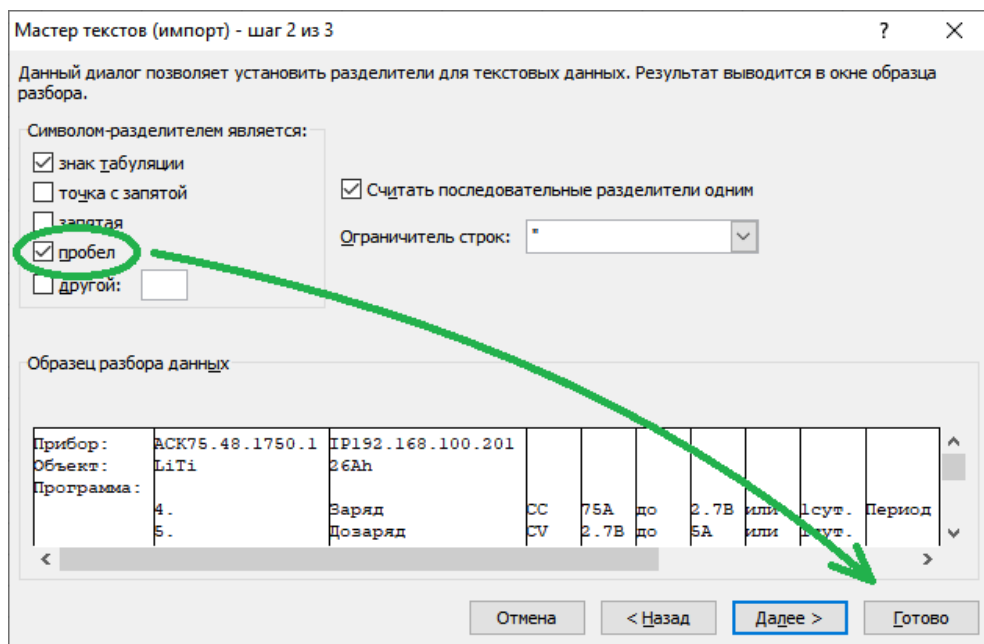

Рисунок 52 - Столбцы в файлах результатов разделены пробелами
- В следующем окне "Мастер текстов (импорт) - шаг 2 из 3" установить галку "пробел" и нажать кнопку "Готово" (см. рисунок 52);